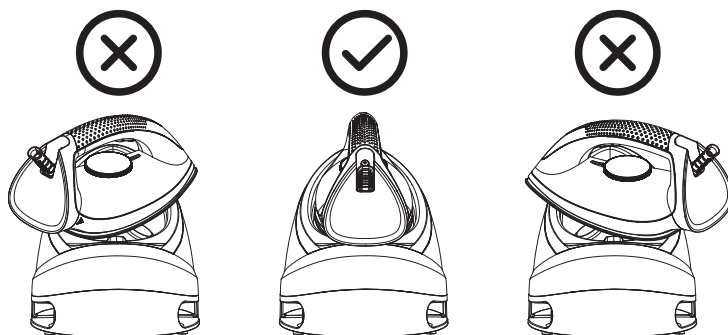

Fig. 3
Cuando ponga la plancha sobre el soporte de aislamiento térmico, deberá colocarla correctamente (consulte la Fig. 3).
2. Coloque correctamente la plancha sobre el soporte de aislamiento térmico de la base de la unidad (consulte la Fig. 3).
3. Coloque correctamente la plancha sobre el soporte de aislamiento térmico de la base de la unidad (consulte la Fig. 3).